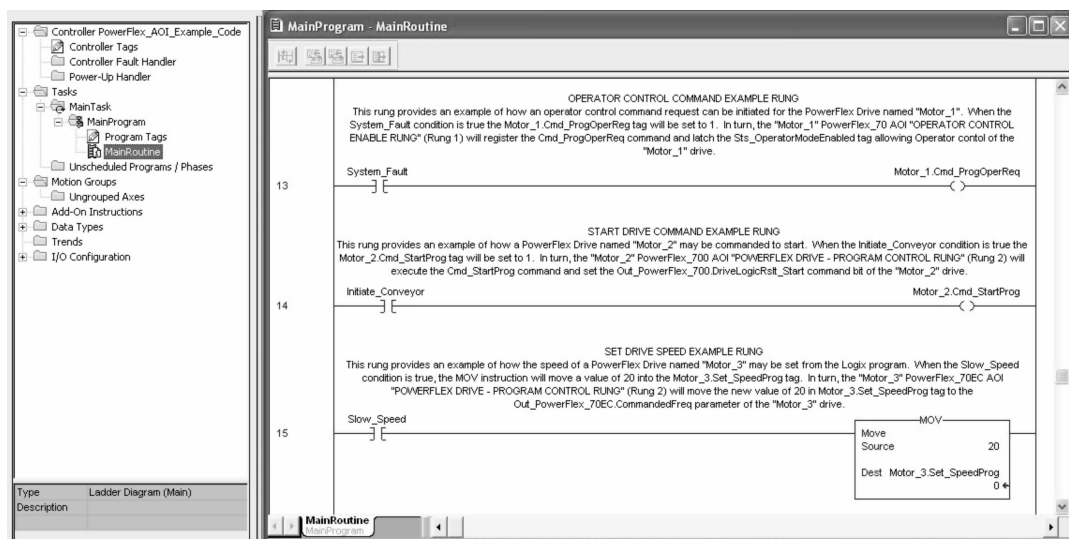

图 24-24 控制程序
b) 为了将 PowerFlex AOI 集成到特定 Logix 应用程序中一般应用进行示例，请打开“ME_PowerFlex_Faceplate 文件”（ME_PowerFlex_Faceplate Files）文件夹中的 PowerFlex_AOI_Example_Code Logix 应用文件 56，打开 MainRoutine 项，如图 24-24 所示。